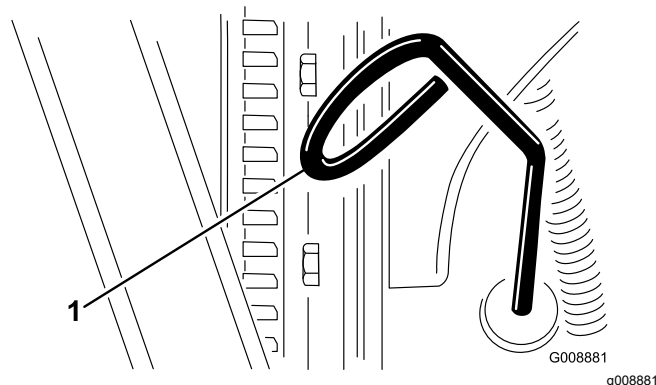

図 59
2. ディップスティック **図 59** を抜きウェスで一度きれいに拭く。